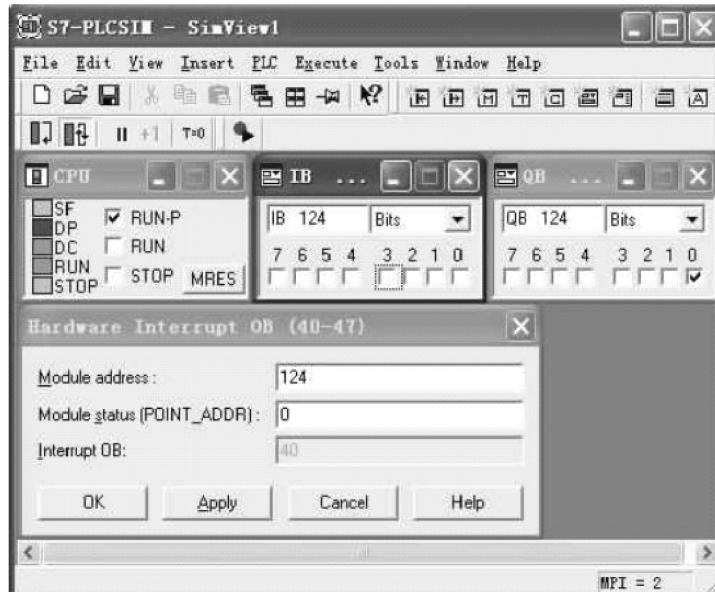

图 5-36 使用 PLCSIM 调试硬件中断画面
1) 首先把 PLCSIM 仿真 CPU 扳动到运行模式，然后单击“Execute”→“Trigger Error OB”→“Hardware Interrupt (OB40-OB47)”，在 PLCSIM 仿真 CPU 中打开硬件中断组织块，同时插入 IB124 和 QB124 的 I/O 面板，如图 5-36 所示。